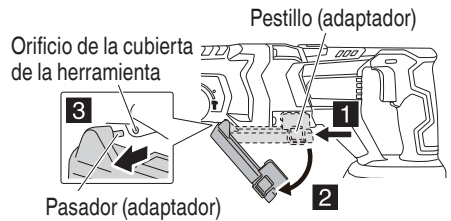

Fig. 8
- (2) Presione los pestillos de ambos lados y extraiga el pasador del orificio para quitar el adaptador. (Fig. 8)